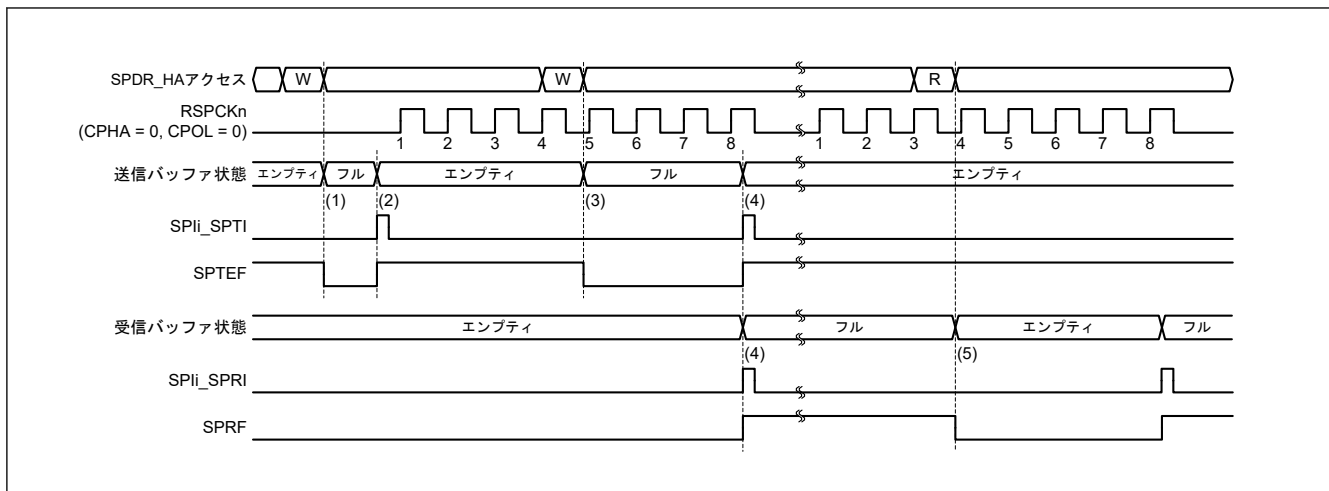
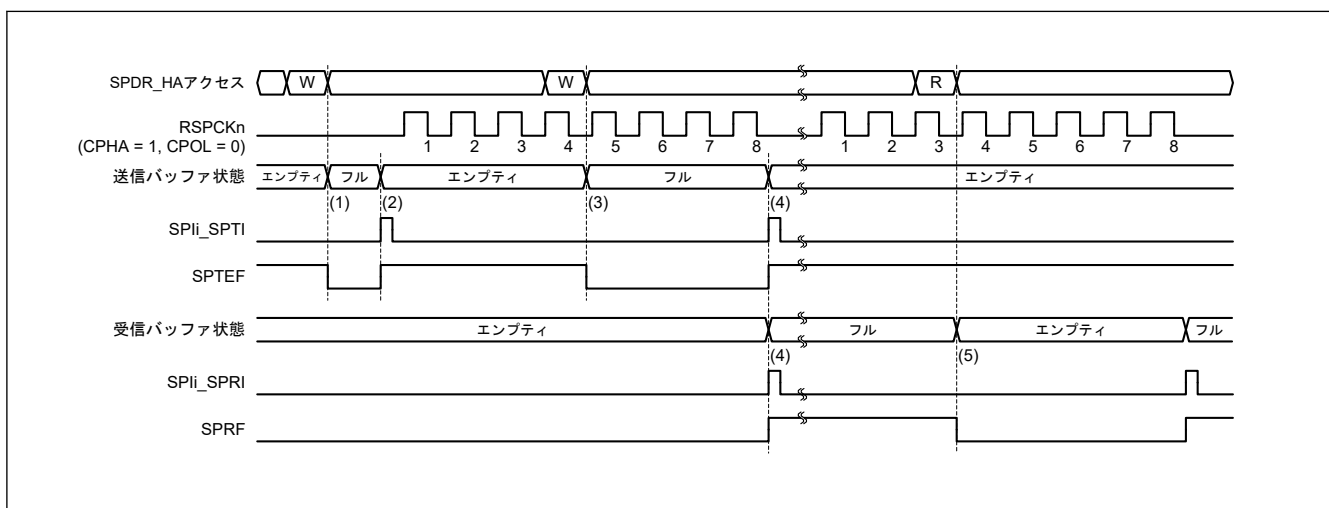

図 27.25 SPIi_SPTI および SPIi_SPRI 割り込みの動作例 (CPHA = 0 かつ CPOL = 0、マスターモード)
図 27.26 SPIi_SPTI および SPIi_SPRI 割り込みの動作例 (CPHA = 1 かつ CPOL = 0、マスターモード)
図 27.25 および 図 27.26 に、送信バッファエンプティ割り込み (SPI_i_SPTI) と受信バッファフル割り込み (SPI_i_SPRI) の動作例を示します。これらの図に示された SPDR_HA レジスタアクセスは、レジスタへのアクセス条件を示しています。W は書き込みサイクル、R は読み出しサイクルを示しています。図 27.25 では、SPCR.TXMD ビットが 0、SPCMD0.CPHA ビットが 0、かつ SPCMD0.CPOL ビットが 0 の設定で、SPI が 8 ビットのシリアル転送を実行しています。図 27.26 では、SPCR.TXMD ビットが 0、SPCMD0.CPHA ビットが 1、かつ SPCMD0.CPOL ビットが 0 の設定で、SPI が 8 ビットのシリアル転送を実行しています。RSPCKn 波形の下に記載した数字は RSPCK サイクル数 (= 転送ビット数) を示しています。
以下に、図 27.25 および 図 27.26 の (1)~(5) に示したタイミングでの SPI の動作を説明します。